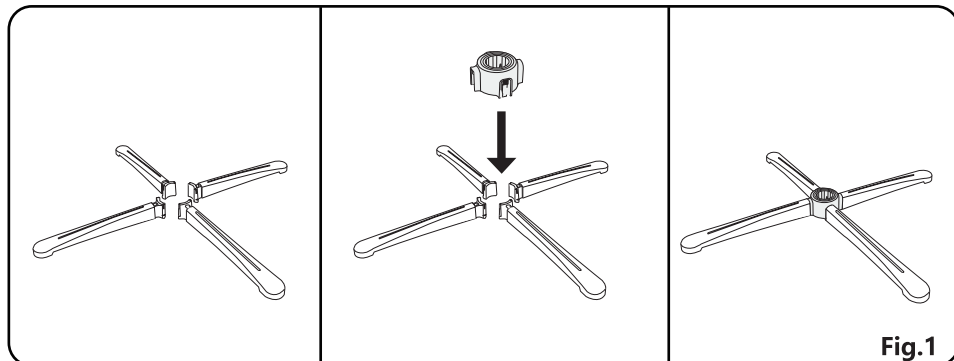

Fig.1
1. Coloque los cuatro soportes planos con el frente hacia arriba como se muestra en la figura. Luego monte los soportes en las ranuras del conector.(Fig. 1)